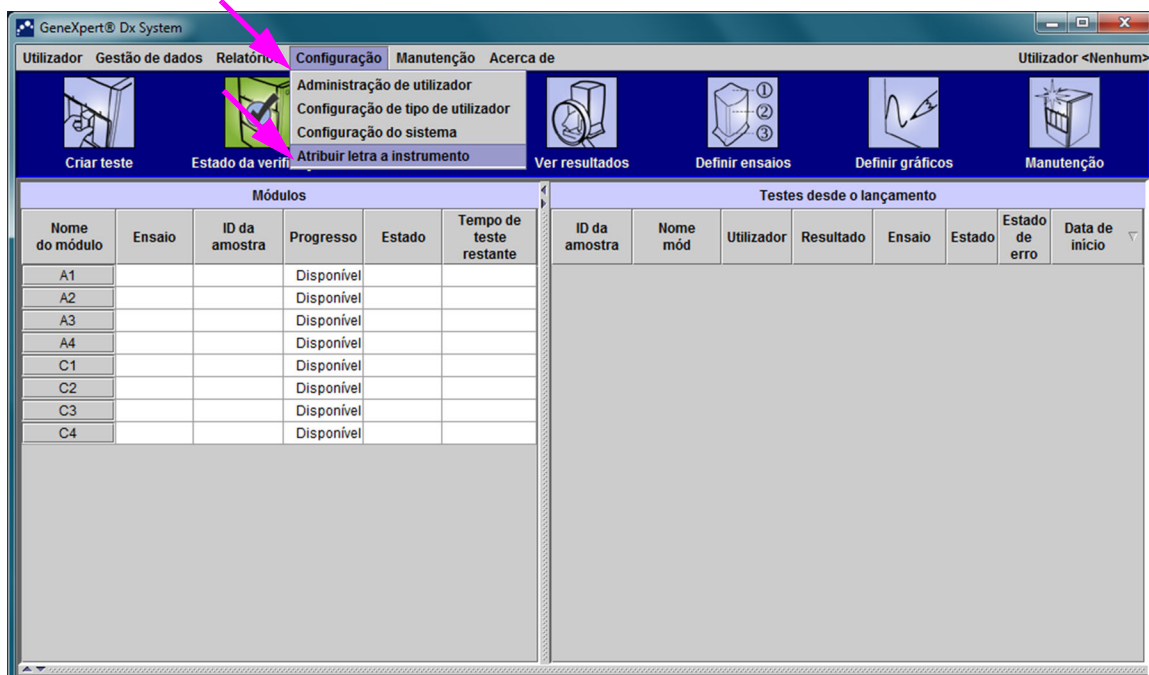
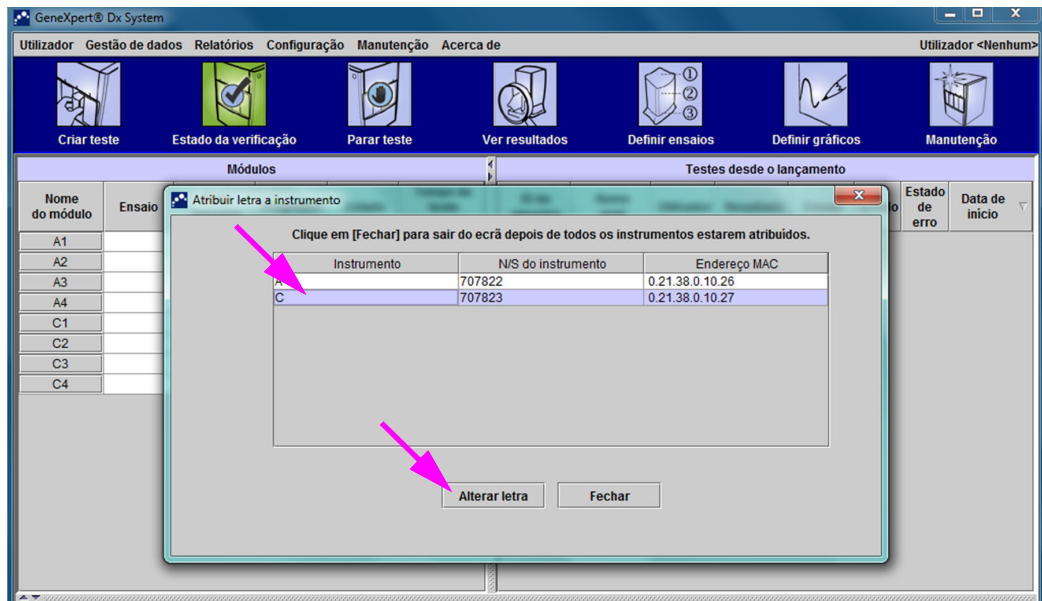

Figura 2-66. Janela GeneXpert Dx System com menu pendente Configuração
Figura 2-67. Janela GeneXpert Dx System com caixa de diálogo Atribuir letra a instrumento sobreposta
- Para garantir que as letras atribuídas correspondem ao instrumento GeneXpert GX-XVI, clique em **Configuração** na barra de menus da janela GeneXpert Dx System (consulte a figura 2-66) e, em seguida, seleccione **Atribuir letra a instrumento** no menu pendente. É apresentada a caixa de diálogo Atribuir letra a instrumento (consulte a figura 2-67). Ao mesmo tempo, os indicadores LED verdes dos quatro módulos que constituem o quadrante seleccionado ficarão intermitentes.
- Para alterar a letra atribuída, clique para seleccionar o instrumento e, em seguida, clique em **Alterar letra** na caixa de diálogo Atribuir letra a instrumento (consulte a figura 2-67).
6. Clique em **Fechar** para fechar a caixa de diálogo Atribuir letra a instrumento (consulte a figura 2-67).